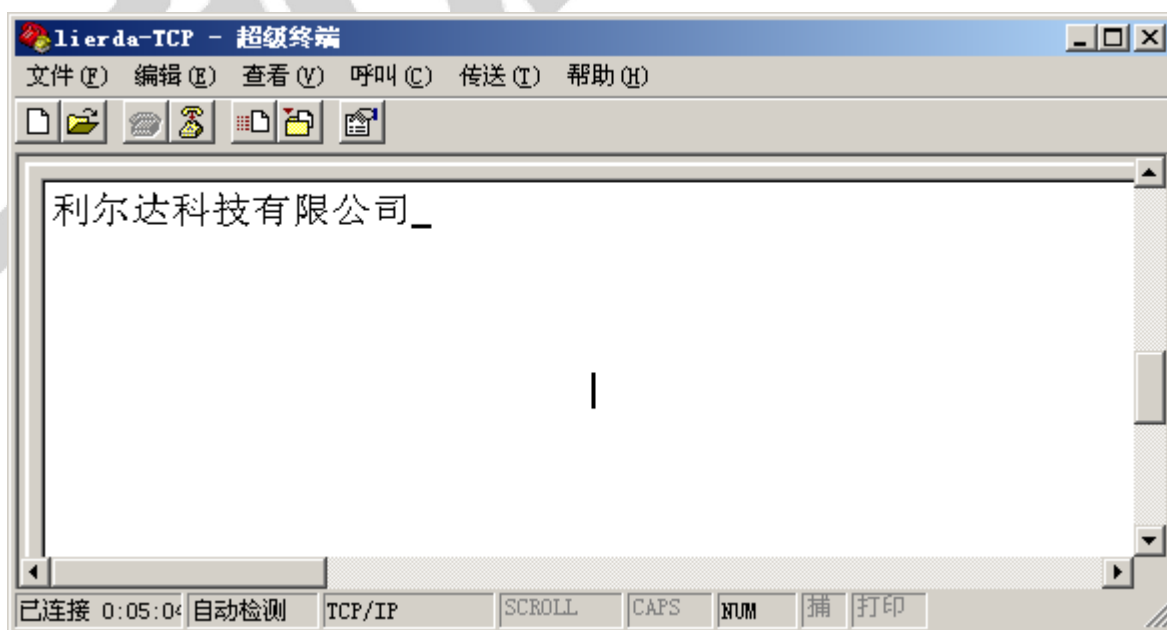

图 7.7 TCP 终端接收数据
- ④现在有两个超级终端，lierda-TCP 和 lierda-COM。
- ①在 lierda-COM 终端中输入一些数据（比如：利尔达科技有限公司），此时在 lierda-TCP 终端窗口中会显示我们刚才输入的数据，如图 7.7 所示：